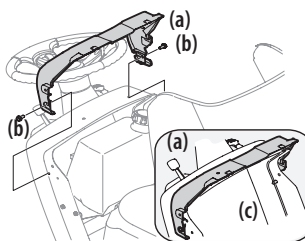

Figure 8
1. Si le protecteur (a) de tableau de bord n'a pas été installé en usine, la quincaillerie de montage du protecteur (a) se trouve sur le tableau de bord. Retirez les deux boulons (b) du protecteur du tableau de bord (a). Voir Figure 8.
2. Installez le protecteur (a) du tableau de bord et alignez les trous de montage. Voir Figure 8.
3. Fixez le protecteur (a) sur le tableau de bord (c) avec les boulons (b) retirés à l'étape 1. Voir Figure 8.